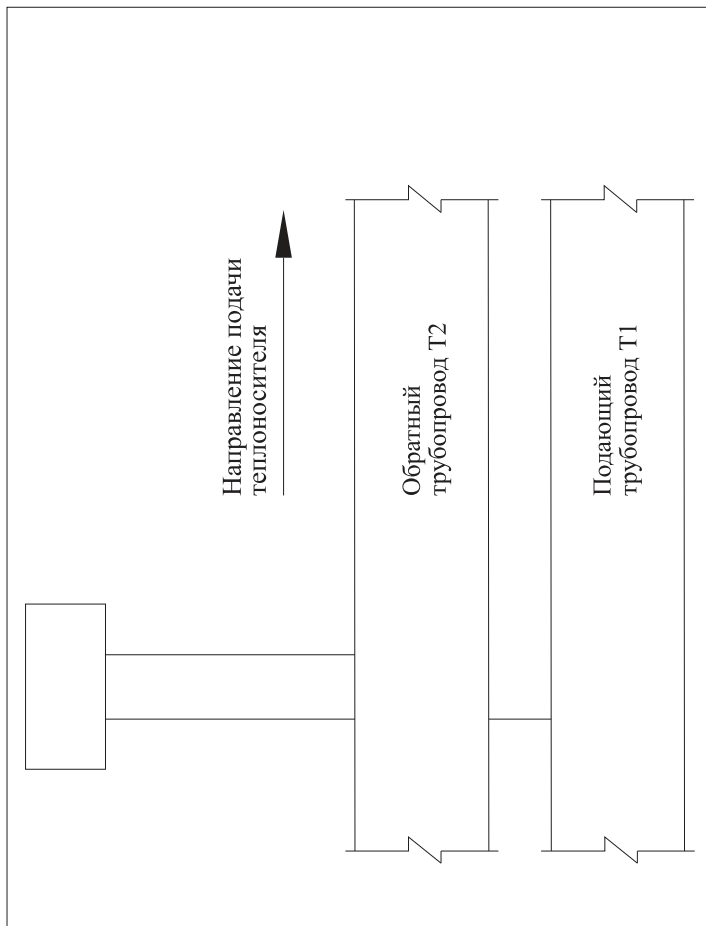
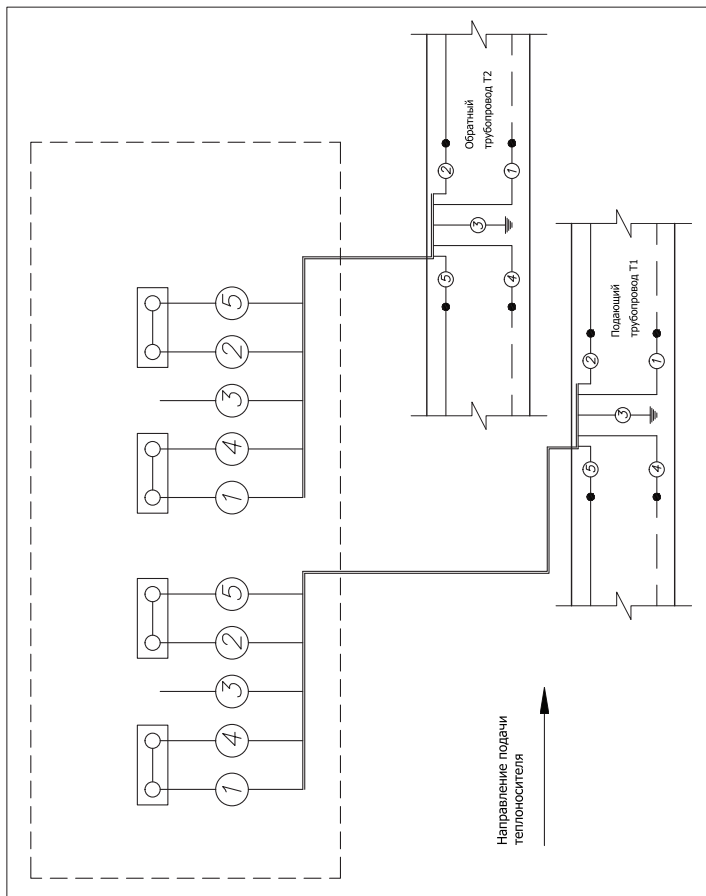
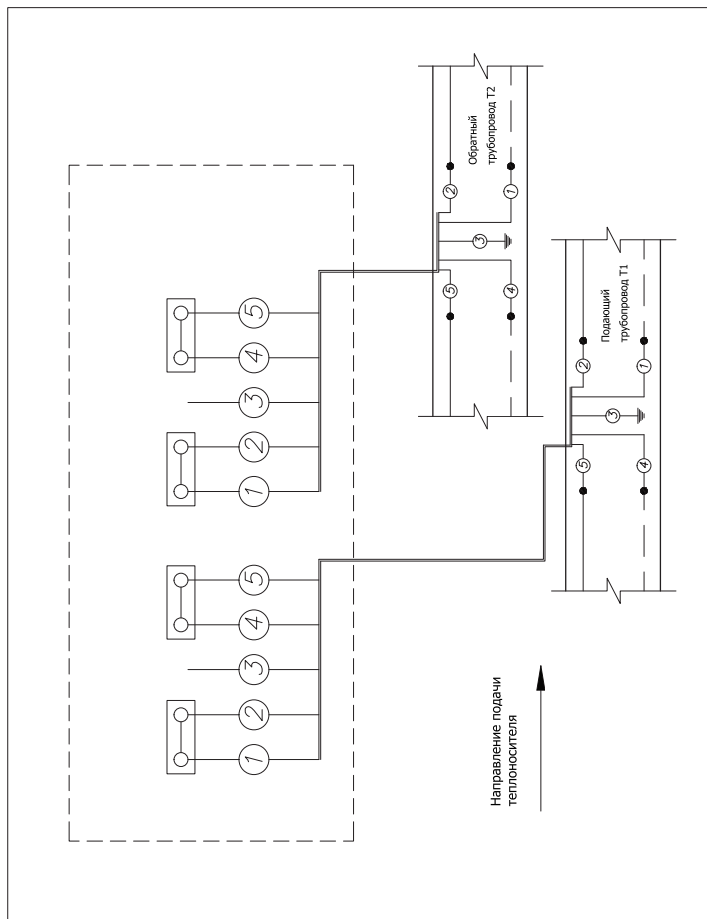
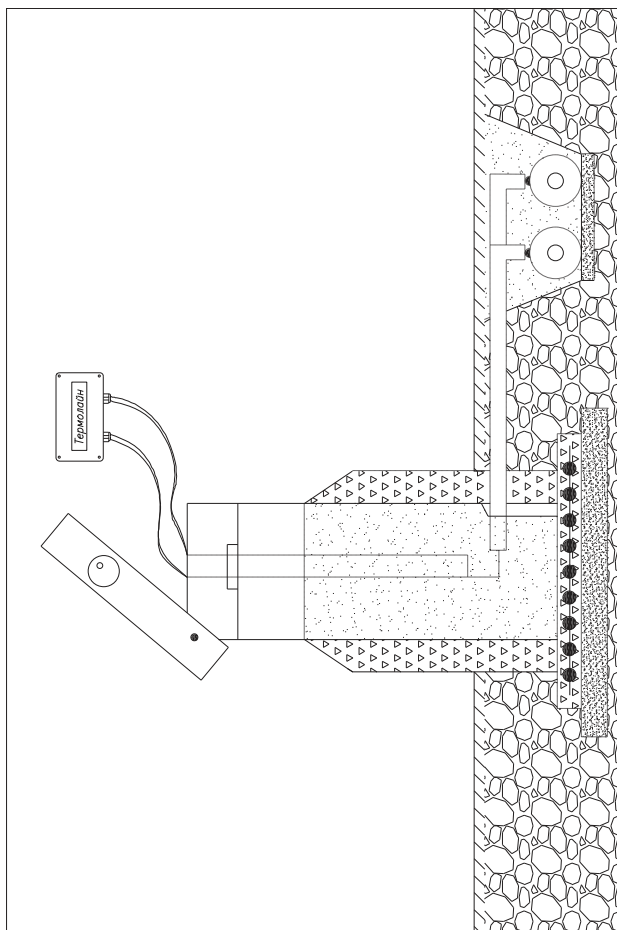

Рис. 2 Соединение и разъединение системы ОДК в промежуточной точке
Рис. 3 Соединение одной двухтрубной системы ОДК
Рис. 4 Разъединение/закольцовка одной двухтрубной системы ОДК
Рис. 5 Установка терминала в наземном ковре
- **Рис. 2, 3**
2.2. Разъединение/закольцовка одной двухтрубной системы ОДК в промежуточной точке контроля - **Рис. 2, 4.**
на принципиальной схеме (Рис. 2)	на электрической схеме (Рис. 3, 4)
Подключение терминала к системе оперативного дистанционного контроля производить в соответствии с монтажной (**Рис. 5**) и электрическими схемами (**Рис. 3, Рис. 4**).
Порядок соединения проводов указан на электрических схемах – **Рис. 3, Рис. 4**
6. Для соединения системы ОДК монтаж проводников внутри терминала осуществлять по электрической схеме – **Рис. 3**.
7. Для разъединения/закольцовки системы ОДК монтаж проводников внутри терминала осуществлять по электрической схеме – **Рис. 4**.
4. Установить провода в соединительные клеммы **6** на прежнее место (в соответствии с электрической схемой - Рис. **3** или **Рис. 4**)
5. При необходимости соединения системы ОДК в терминале – коммутацию проводников проводить по электрической схеме **Рис. 3**.
6. При необходимости разъединения системы ОДК в терминале – коммутацию проводников проводить по электрической схеме **Рис. 4**.